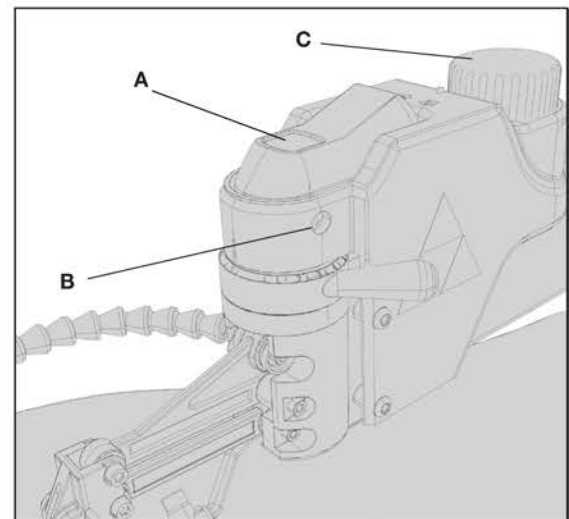

FIG. 6
Para encender la sierra, oprima la parte frontal del interruptor (A) Fig. 6. La sierra queda encendida de manera permanente. Para apagar la sierra, oprima la parte trasera del interruptor (A). La sierra cuenta con un orificio (B) en el interruptor para colocar un candado y asegurar la sierra.